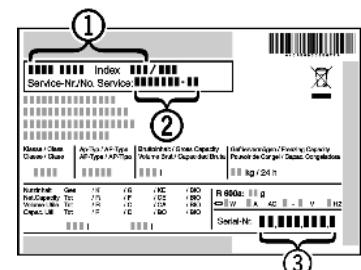

Fig. 5
- Наименование устройства Fig. 5 (1), сервисный № Fig. 5 (2) и серийный № Fig. 5 (3) считайте с заводской таблички. Заводская табличка находится внутри устройства слева.
- Обратитесь в сервисную службу и сообщите вид неисправности, наименование устройства *Fig. 5 (1)*, сервисный № *Fig. 5 (2)* и серийный № *Fig. 5 (3)*.